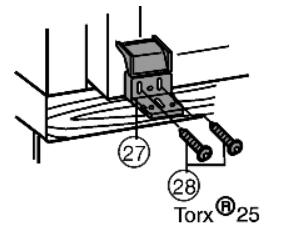

Fig. 15
- ▶ Visser la cornière en plastique côté poignée Fig. 15 (27) sur l'appareil à l'aide des vis M5 Fig. 15 (28).